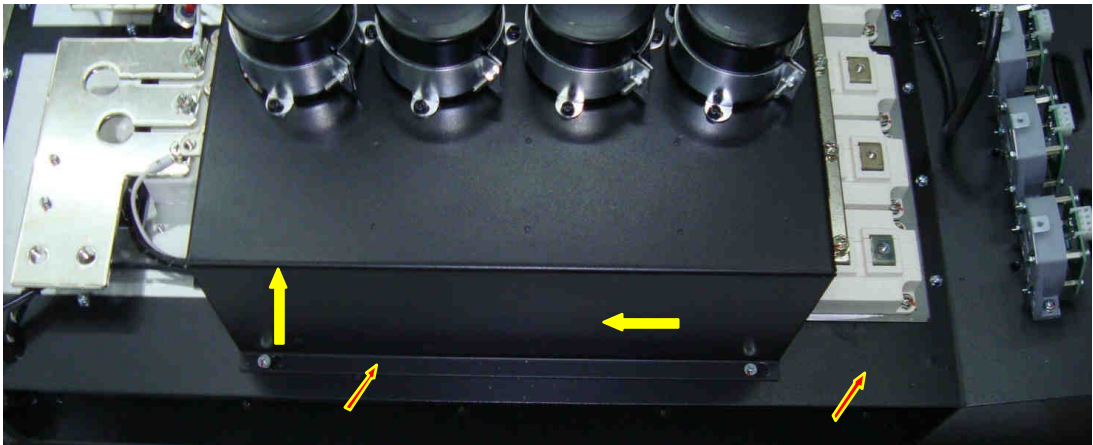

Рис. 6.23.
6.11.6. Отвернуть на два оборота каждый из четырех винтов крепления блока конденсаторов к основанию корпуса (рис. 6.23, показаны винты только с одной стороны), сдвинуть блок конденсаторов в направлении входных диодно-тиристорных модулей по стрелке, и потянув вверх, демонтировать.